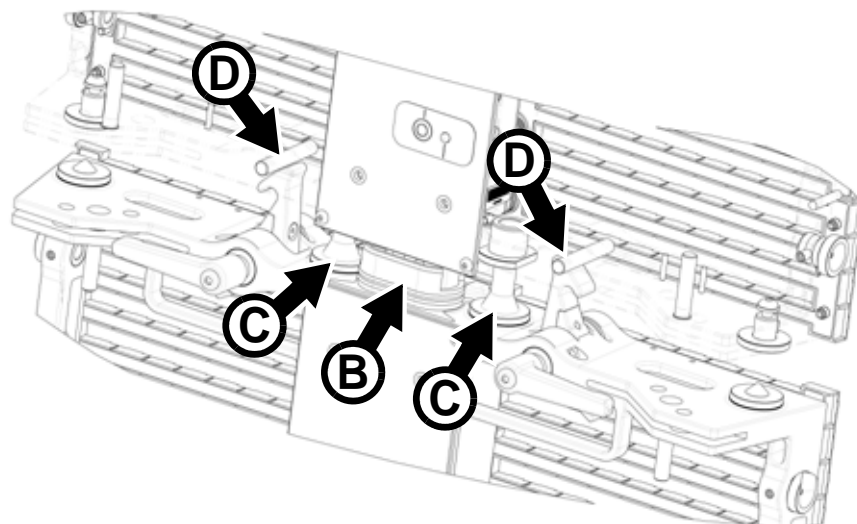

Bild 10: Die Verriegelungen berühren die Zapfen (Teilansicht)
3. Siehe Bild 10. Halten Sie das Modul an den Header oder das Modul darüber. Der Netz- und Datenverbinder **B** und die Führungen **C** müssen in die Aufnahmen des Gegenstücks einrasten. Die Verriegelungen müssen in die Zapfen **D** des Headers oder darüberliegenden Moduls eingreifen.
Die Netzein- und -ausgänge der EC-Serie Module sind integriert und verbinden sich mit dem Header oder einem anderen Modul, wenn sie mechanisch miteinander verbunden werden (siehe Bild 10 auf Seite 13).